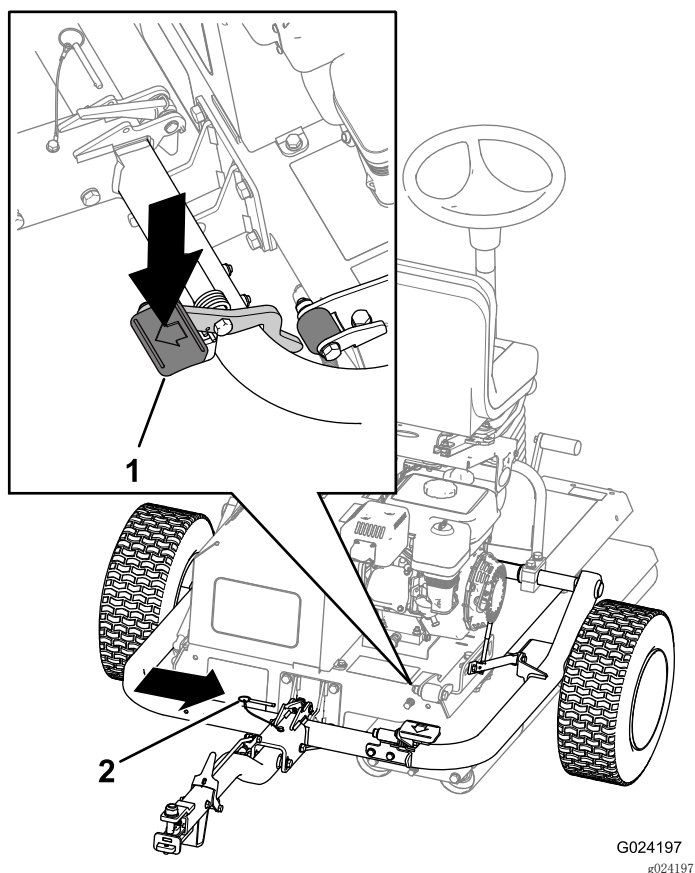

图8
6. 踩到挂钩踏板上，直到挂钩锁入就位（图8）。
7. 插入锁定销（图8）。